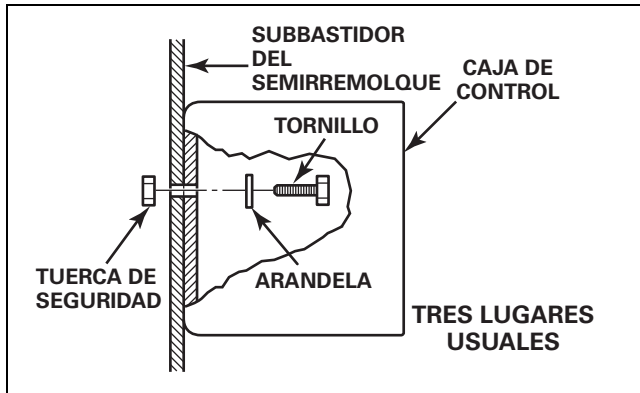
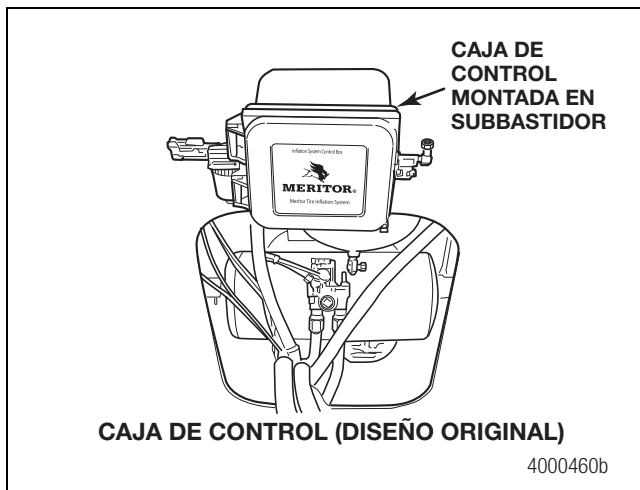
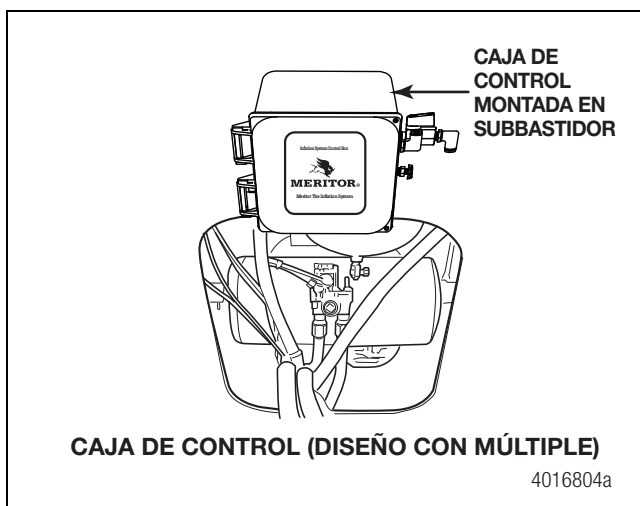

Figura 2.56
Figura 2.57
Figura 2.58
2. Deseche el soporte de montaje proporcionado. Use los tornillos, arandelas y tuercas de seguridad de 1/4 de pulgada (6.36 mm) para instalar la caja de control directamente sobre el subastidor. Figura 2.56, Figura 2.57 y Figura 2.58.